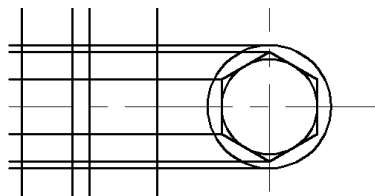

图 3-49 偏移直线
② 单击“默认”选项卡“修改”面板中的“偏移”按钮 ↔ ，将竖直中心线向左偏移，偏移距离分别为 20、32、35、44，并将偏移的直线转换到“轮廓线”图层，效果如图 3-49 所示。